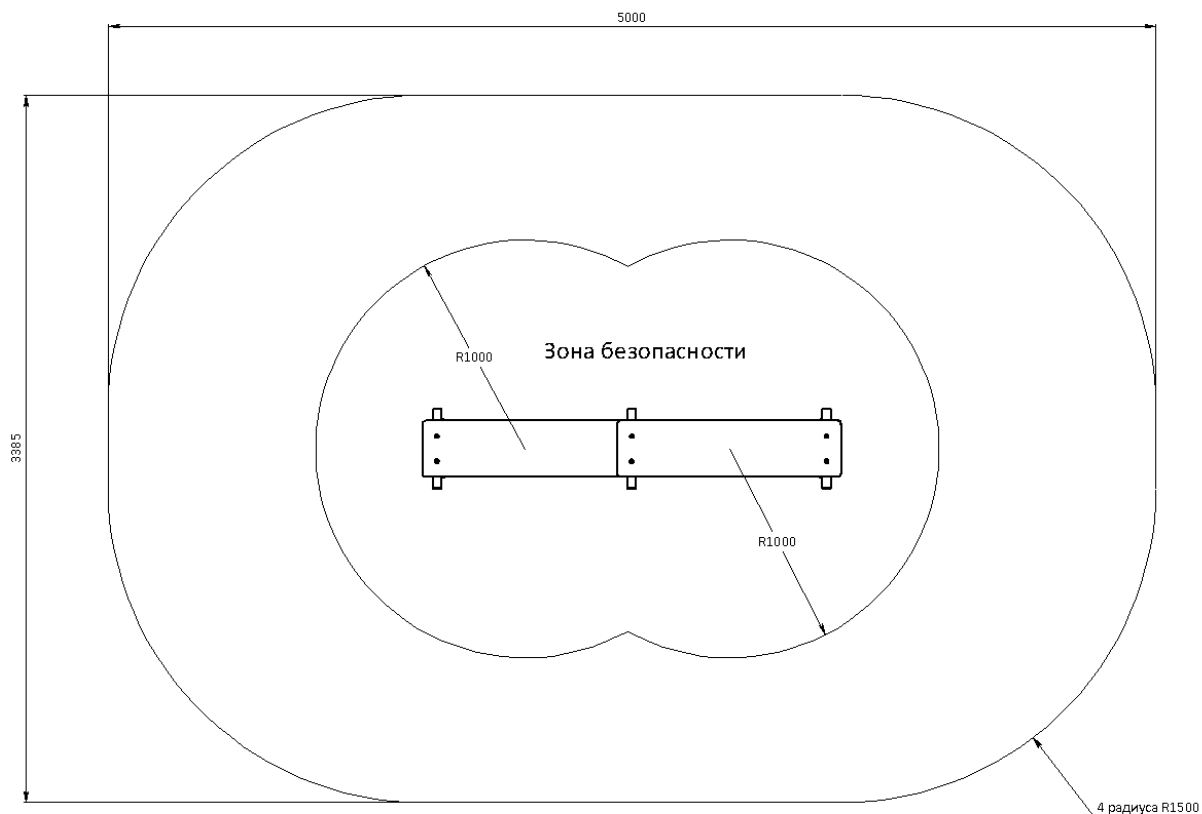

Рис.1
Над зоной безопасности, представленной на рис.1., должно быть пространство на высоту 5,3 м свободное от строений, зеленых насаждений и элементов других конструкций.
- 11.1.2. Установка Изделия проводится на ровной площадке, свободной от насаждений. Размер площадки не меньше указанного на зоне безопасности (см. рис.1).